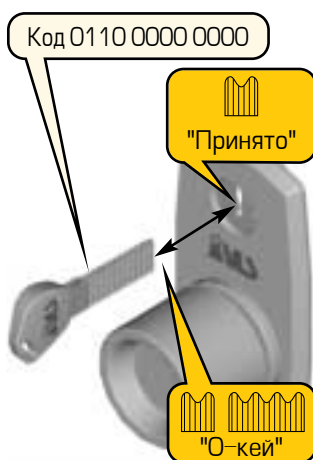

Рисунок 25 – Обнуление ячеек памяти
2. Наберите на ключе код операции "Обнуление рабочих кодов" 01 10 0000 0000 (рис. 25).